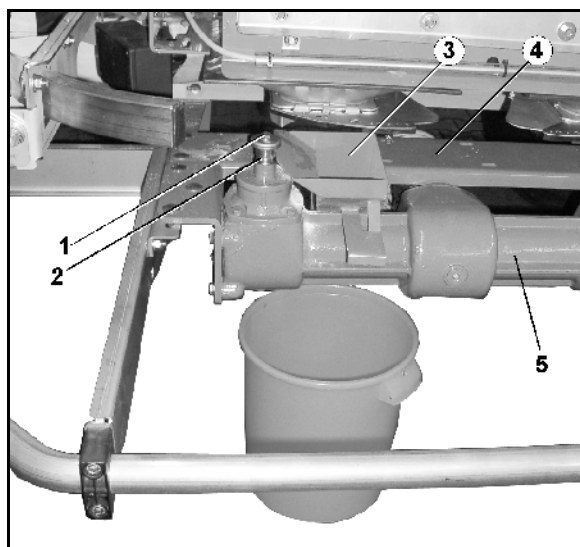

Fig. 54
4. Colocar la tolva (Fig. 54/3) entre el puente (Fig. 54/4) y la transmisión de toma de fuerza (Fig. 54/5) y desplazarla hasta el eje izquierdo del engranaje.